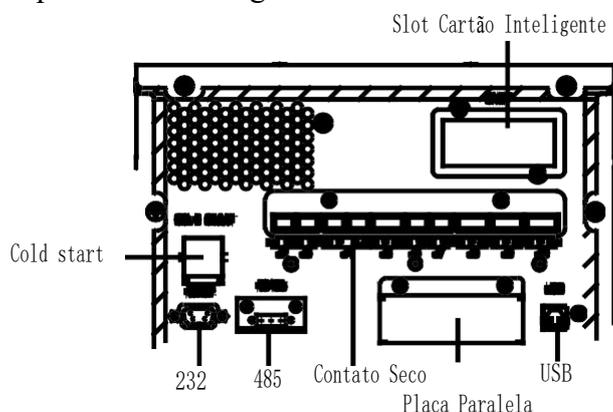

Fig.3-13 Interfaces de comunicação & contato seco.
- 2) Abra a porta traseira do gabinete, remova a tampa de plástico. Os terminais de entrada e saída, terminal de bateria e terminal de terra de proteção são apresentados na Fig.3-11 e Fig. 3.13.
Fig.3-13 terminais de conexões para 40kVA
O painel frontal do módulo de bypass fornece interface de contato seco (J2-J11) e interface de comunicação (RS232, RS485, SNMP, interface de cartão inteligente e porta USB), como é apresentado na Fig.3-13.